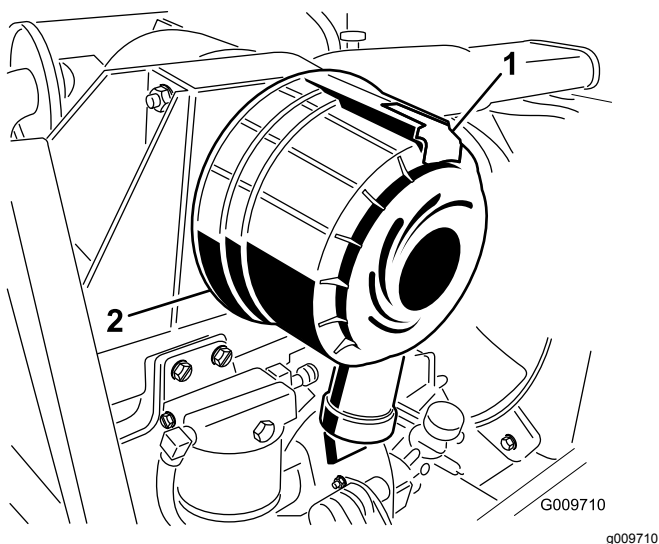

Figura 27
1. Tirate il fermo verso l'esterno e ruotate il coperchio del filtro in senso antiorario (Figura 27).